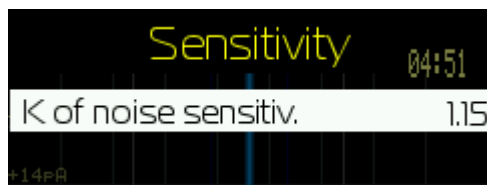

Figura 17. Reglarea sensibilității detectorului
**Sensibilitate (configurație de sensibilitate)** -asigură modificarea rapidă a pragului de detectare a explozivilor, în funcție de condițiile ambientale (Figura 17). Cu cât este mai mare valoarea setată a factorului de sensibilitate de fundal (K de sensibilitate la zgomot), cu atât este mai mică probabilitatea de declanșare falsă și, în același timp, este mai mare probabilitatea ca explozivul țintă să nu fie detectat.
Există un articol **Sensibilitate** (Figura 17) în meniul principal. Utilizați-l dacă este necesar să lucrați în încăperi contaminate pentru a evita activarea falsă în absența vaporilor substanței țintă. Dacă acest element este activat, puteți seta pragul factorului de sensibilitate. Acest lucru permite modificarea rapidă a setărilor de prag fără calibrare. Cu cât valoarea coeficientului este mai mare, cu atât este necesară o concentrație mai mare a substanței țintă pentru a detecta substanțele interzise.